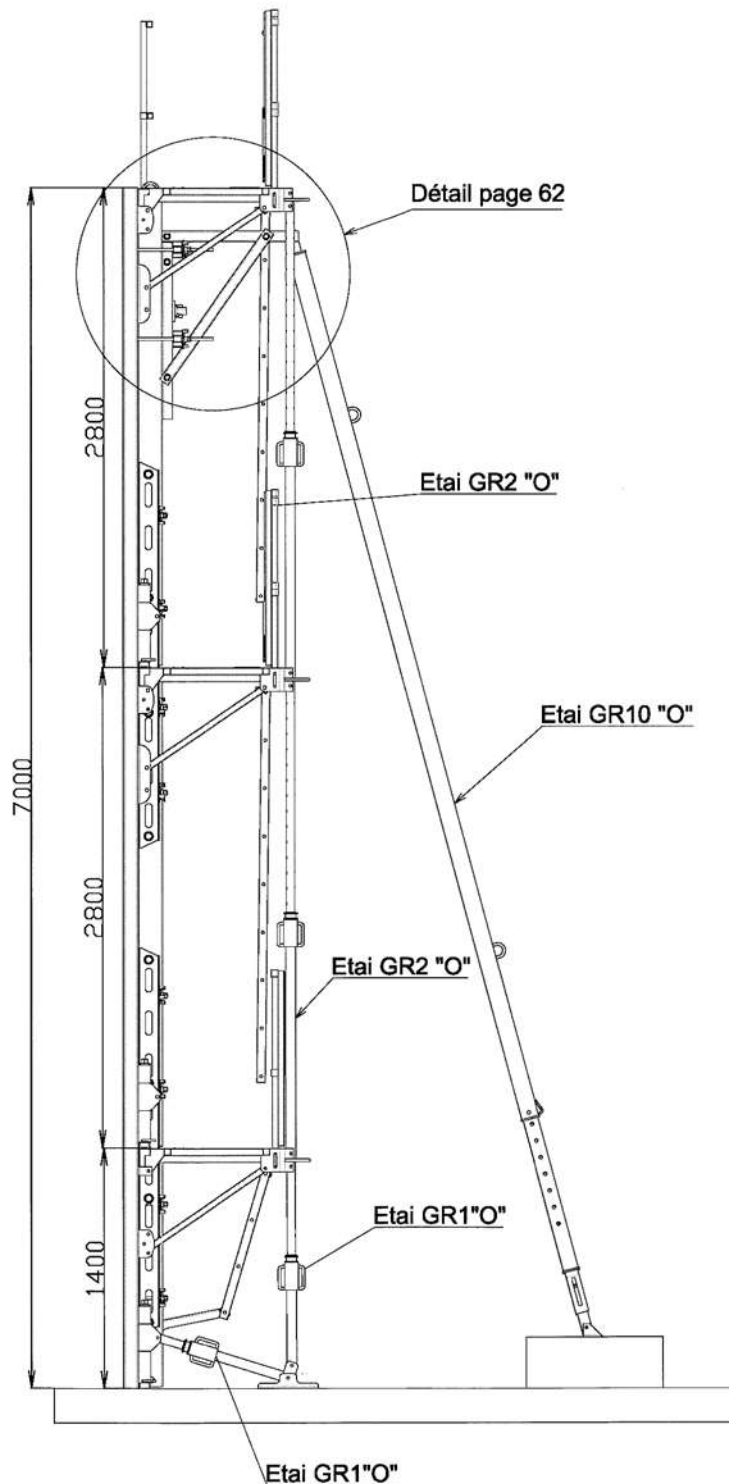

**Fig. 16 :** Stabilisation banches ELPAC superposées hauteur 5,60 m
**Fig. 16 bis:** Stabilisation banches ELPAC superposées hauteur 7,00 m